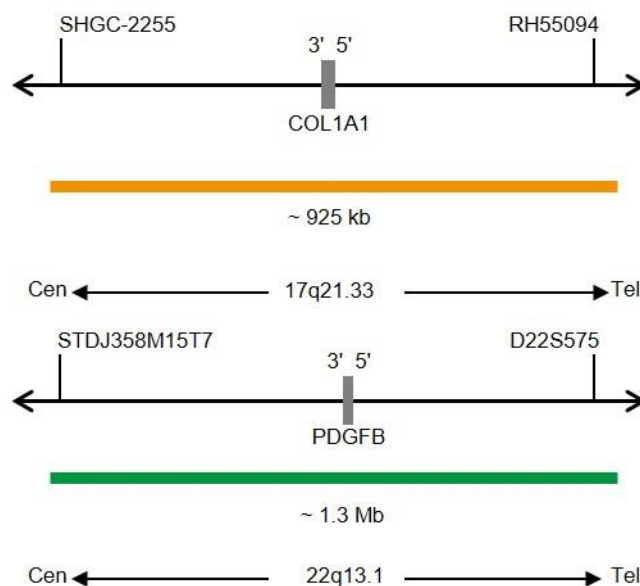

Fig. 1 : En haut : Carte de la sonde SPEC COL1A1 ; En bas : Carte de la sonde SPEC PDGFB (pas à l'échelle)
- Polynucléotides marqués au ZyOrange (excitation 547 nm/émission 572 nm) (~6 ng/ $\mu$ l), qui ciblent une séquence de 17q21.33\* (chr17:47,820,343-48,744,021) hébergeant la région du gène COL1A1 (voir figure 1).
- Polynucléotides marqués au ZyGreen (excitation 503 nm/émission 528 nm) (~12 ng/ $\mu$ l), qui ciblent une séquence de 22q13.1\* (chr22:38,928,973-40,267,687) hébergeant la région du gène PDGFB (voir figure 1).